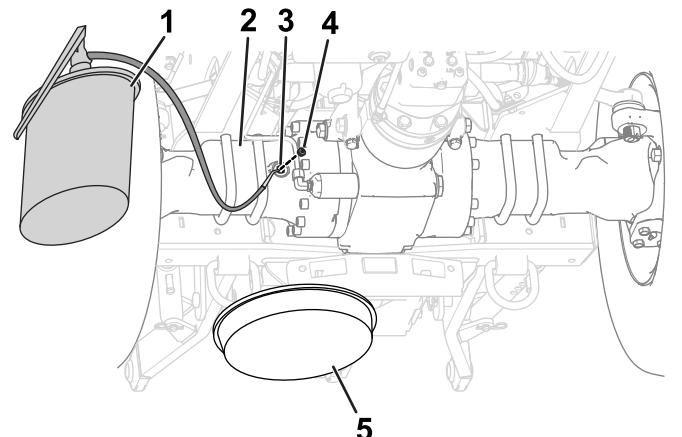

Figure 102
5. Insérez les bouchons de vidange dans les orifices de vidange des carters de différentiels (Figure 101 et Figure 102).
6. Versez l'huile spécifiée dans les ponts par l'orifice de contrôle, jusqu'à ce que le niveau atteigne les filets au bas de l'orifice (Figure 101 et Figure 102).
8. Insérez les bouchons de remplissage dans les orifices de contrôle des carters de différentiels des ponts (Figure 101 et Figure 102).